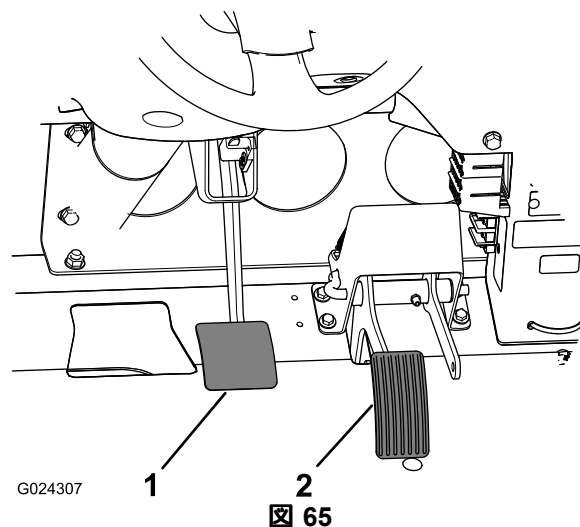

図 65
2. ブレーキペダル 図 65を持ち上げてフレームに接触させる。
3. ヨークをマスターシリンダのシャフトに固定しているジャムナットをゆるめる 図 65。